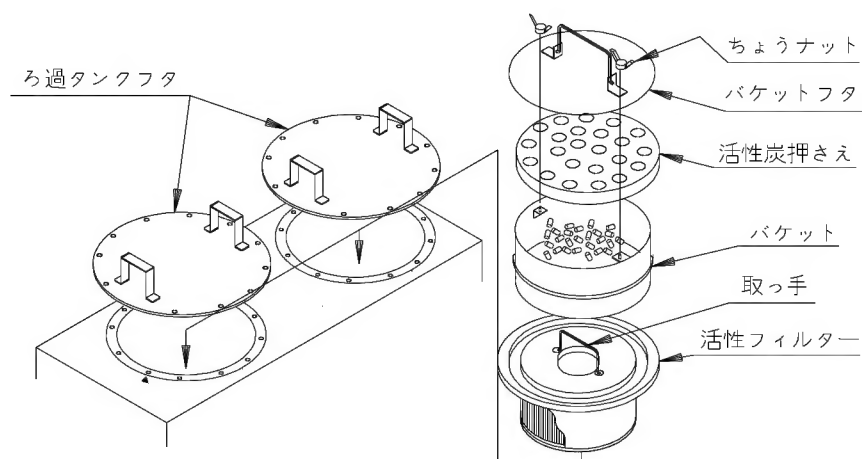

図10-2 活性炭、活性フィルターのセット
（図10-2参照）
- ③ ろ過タンクに下から活性フィルター、バケット（2ヶ）の順に入れる。（図10-2参照）